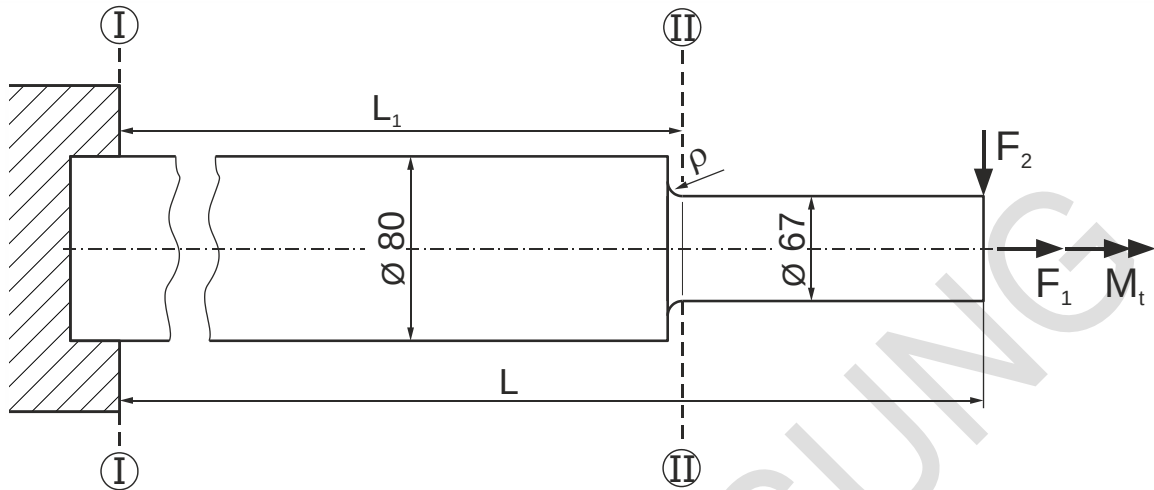

Abbildung 1.2: Neue Strebe (abgesetzter Vollstab) aus S355; Längeneinheit: mm.
Im Rahmen einer Umbaumaßnahme muss die Strebe nun als abgesetzter Vollstab ($L_1 = 1625 \text{ mm}$, $L = 2300 \text{ mm}$) mit polierter Oberfläche ausgeführt werden, siehe Abbildung 1.2.
- d) Die statische Kraft $F_1 = 315 \text{ kN}$ und die rein wechselnde Kraft $F_2 = \pm 2500 \text{ N}$ wirken gleichzeitig auf die Strebe aus Abbildung 1.2.
- e) Die statische Kraft F_1 und das statische Torsionsmoment $M_t = 500 \text{ Nm}$ wirken gleichzeitig auf die Strebe aus Abbildung 1.2.
- f) Es wirkt nur eine statische Kraft $F_2 = 1000 \text{ N}$ auf die Strebe aus Abbildung 1.2.
- g) Die Strebe aus Abbildung 1.2 wird nur durch die rein wechselnde Kraft $F_1 = \pm 150 \text{ kN}$ belastet.